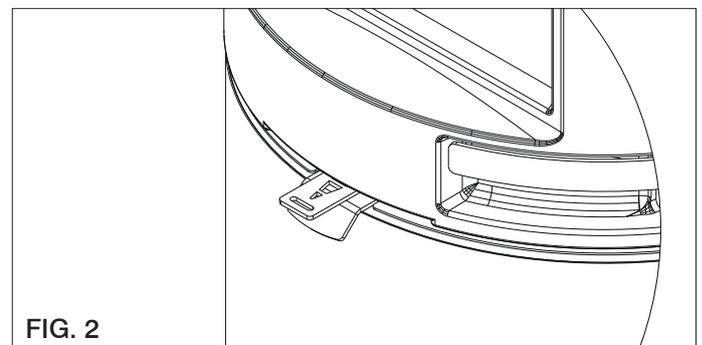

FIG. 2
- Position Intermédiaire (fig. 2)